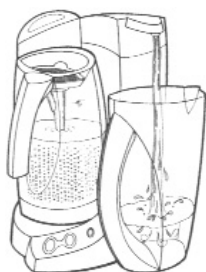

FIGURE 3
**CARAFE D'EAU PROPRE:** Celle-ci est conçue pour recevoir jusqu'à 2 pintes (presque 2 litres) d'eau purifiée. Vous serez fier de la poser sur votre table. Elle est faite de plastique résistant et durable et vous durera pendant des années d'emploi normal. Elle s'adapte avec précision dans le logement arrondi sous le bec verseur. Lorsque vous la mettez en place dans son logement, le bouton AUTO DISPENSE s'enclenche automatiquement. À la fin du processus de traitement, l'eau s'écoule automatiquement dans la carafe d'eau propre. Il n'est donc pas nécessaire d'appuyer sur le bouton MANUAL DISPENSE pour remplir cette dernière. (FIGURE 3)